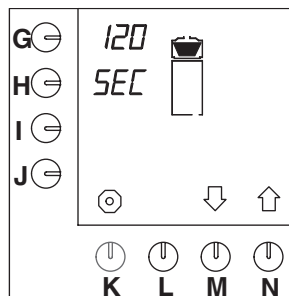

Fig. 47 Temps d'égouttage
- Appuyez sur la touche de sélection (N.)↑ jusqu'à ce que la fig. 47 s'affiche sur l'écran de contrôle